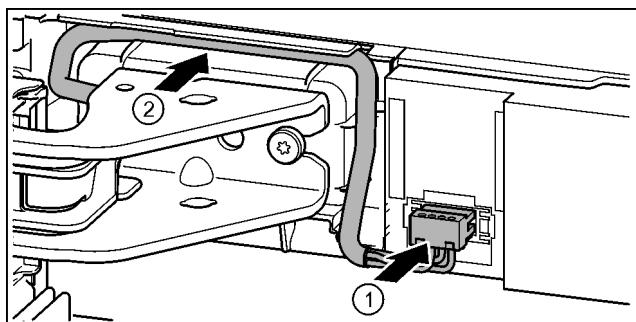

Fig. 37
- ▶ 将插头通过上方的托架插入，并且小心地将电缆线置入导管。Fig. 37 (1)
- ▶ 将灰色电缆通过上方托架小心地放置到导向装置中。Fig. 37 (2)